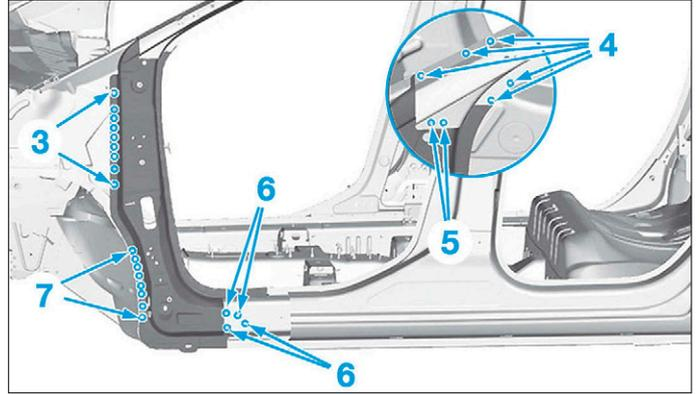

FIG. 60
- Tracer en (3), (4), (5), (6) et (7) puis déposer le renfort de pied avant pour percer en lieu et placer des points électriques pour un soudage ultérieur par points bouchons (Fig.60).